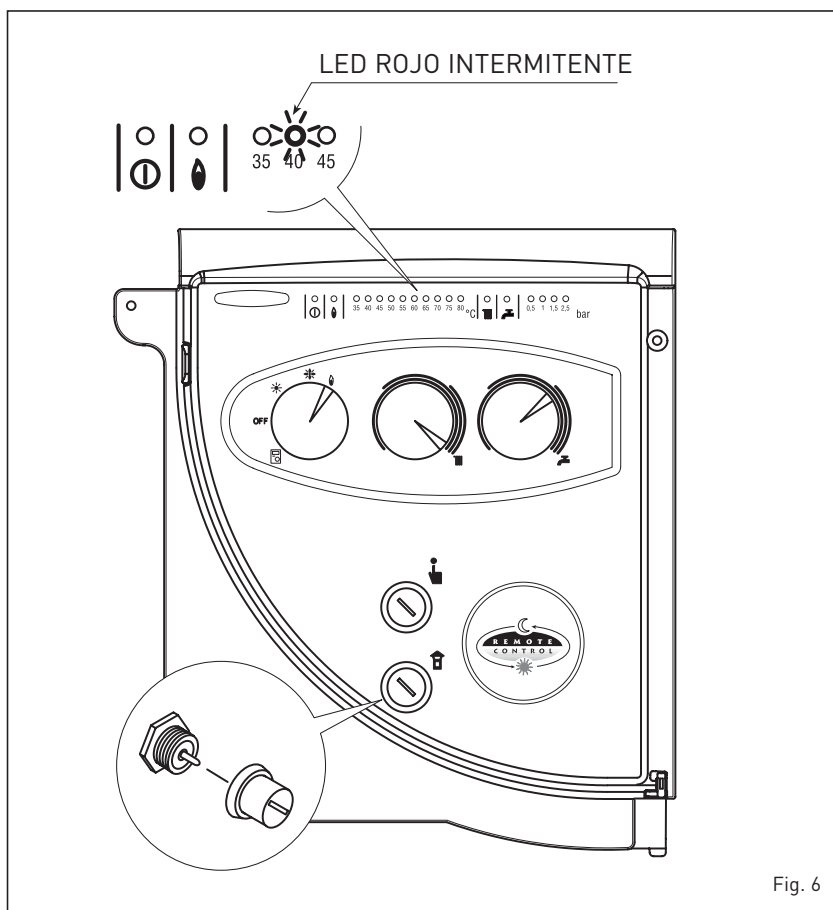

Fig. 6
- Intervención dispositivo seguridad de humos (fig. 6)